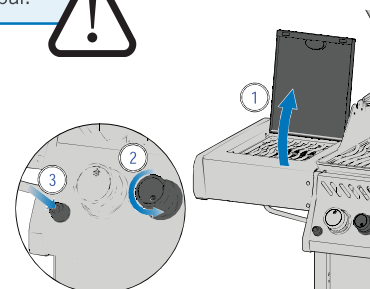

Fig. 2
5. Le brûleur ne s'allume pas - tourner le bouton de commande du brûleur dans le sens des aiguilles d'une montre jusqu'à la position OFF. Attendre 5 minutes. Répétez l'étape 3 et 4. (Fig. 2)
4. Le brûleur ne s'allume pas - tourner le bouton de commande du brûleur dans le sens des aiguilles d'une montre jusqu'à ce que la position OFF. Attendre 5 minutes. Répétez l'étape 2 et 3. (Fig. 2)